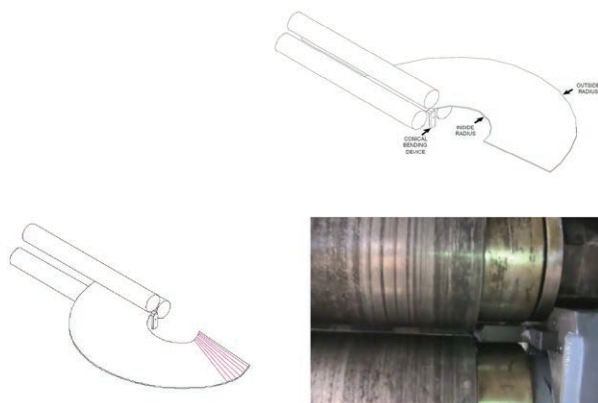

Fig. 21 Cintrage conique, préparation
5. Inclinez le rouleau supérieur (Fig. 21).